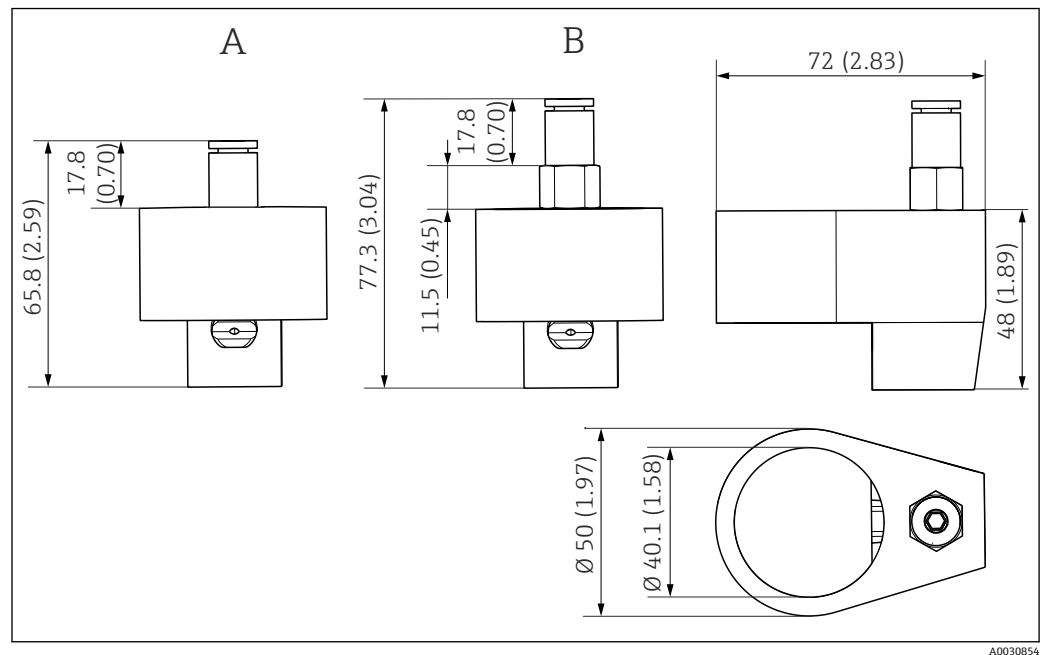

图 9 压缩空气清洗系统的外形尺寸；单位：mm (in)
- 双传感器系统（两个光源，每个光源带两个光接收器）可有效补偿污垢导致的测量误差（四波束脉冲光测量→ 图 9）。